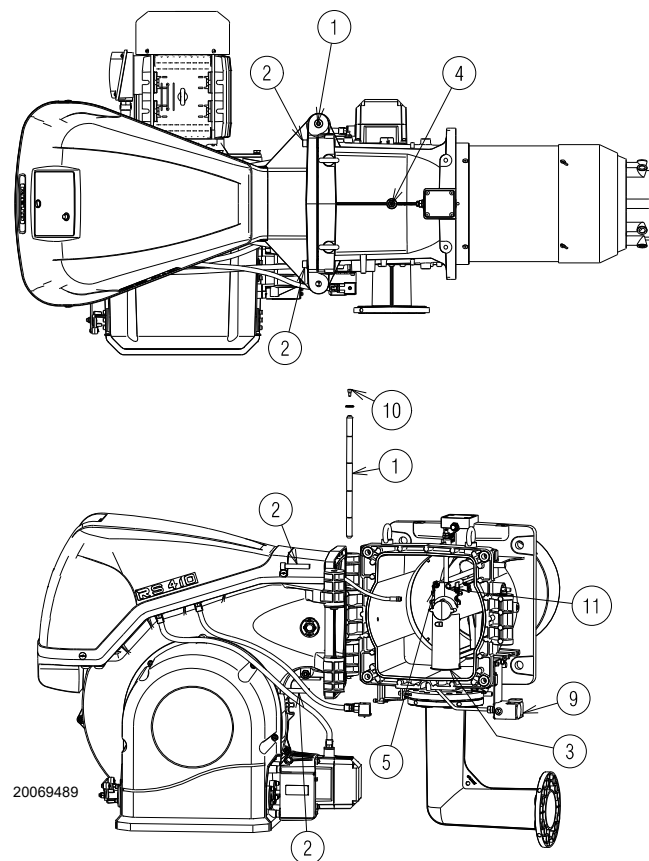

Fig. 16
Le brûleur sort de l'usine préparé pour l'ouverture vers la gauche, en maintenant donc le pivot 1)(Fig. 16) en place.
- A** débrancher la fiche/prise 9)(Fig. 16) du pressostat de gaz général;
- D** ouvrir le brûleur totalement comme sur la Fig. 16;
Pour l'ouverture du brûleur du côté opposé, avant d'enlever le pivot 1)(Fig. 16), vérifier que les 4 vis 2) soient serrées. Puis, déplacer le pivot 1) sur le côté opposé, ce n'est qu'à ce moment-là qu'il est possible d'enlever les vis 2). Débrancher la prise 9)(Fig. 16) du pressostat de gaz général, puis procéder comme décrit ci-dessus au point **C**).